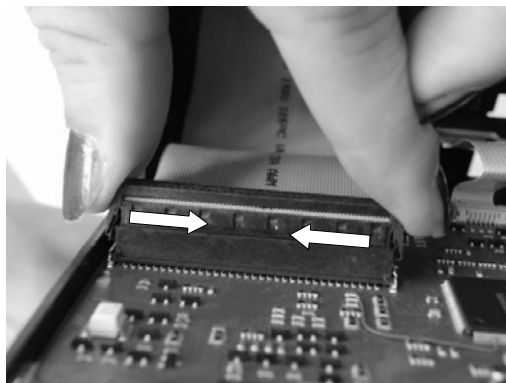

Fig. 3
4. Appuyez sur les languettes latérales et débranchez le cordon plat avant d'extraire le sélecteur (Fig. 3).